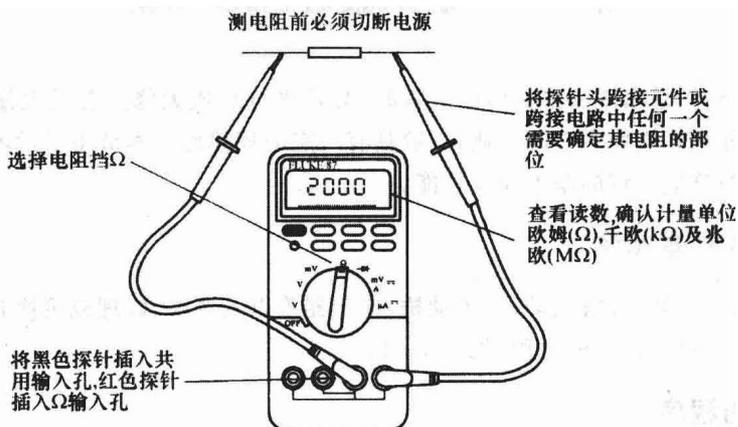

图 1-9 数字式万用表导通性/电阻检测
• 图 1-9 所示为数字式万用表在测电阻(欧姆)时跨接元件(电阻器)的连接。
- ①熔断丝良好或熔断丝熔断;
- ②导体断路或短路;
- ③开关状况;
- ④电路线路(通过对电路或导体的跟踪检测)。